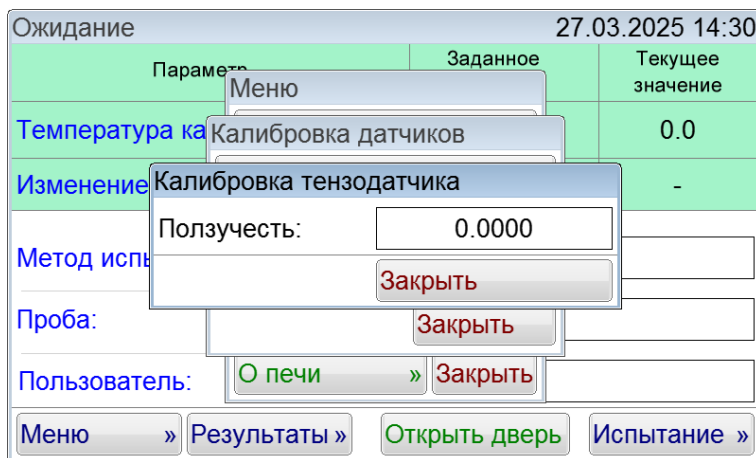

Рисунок 55 – Окно «Калибровка датчиков»
5.11.4 Нажать кнопку [Калибровка тензодатчика]. Откроется окно «Калибровка тензодатчика» (см. рисунок 55).
5.11.11 Нажать кнопку [**Калибровка тензодатчика**] (см. рисунок 55).